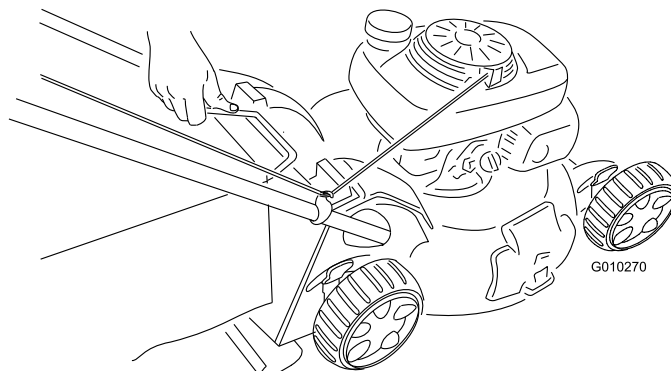

Рисунок 35
2. Поднимите ручку мешка для травы из канавок около верха газонокосилки и снимите мешок с газонокосилки (Рисунок 35).